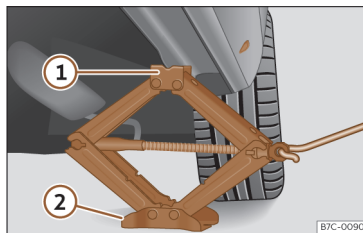

Fig. 245 Longarina: colocação do macaco do veículo.
- Rode a manivela do macaco, colocado por baixo do ponto de apoio da longarina, para levantá-lo até que o ressalto ① >>> **Fig. 245** se encontre por baixo do alojamento previsto.
- Alinhe o macaco de forma a que a patilha ① «encaixe» no alojamento previsto da longarina e que a placa base móvel ② fique apoiada no chão. A placa base ② deve ficar colocada na vertical relativamente ao ponto de apoio ①.